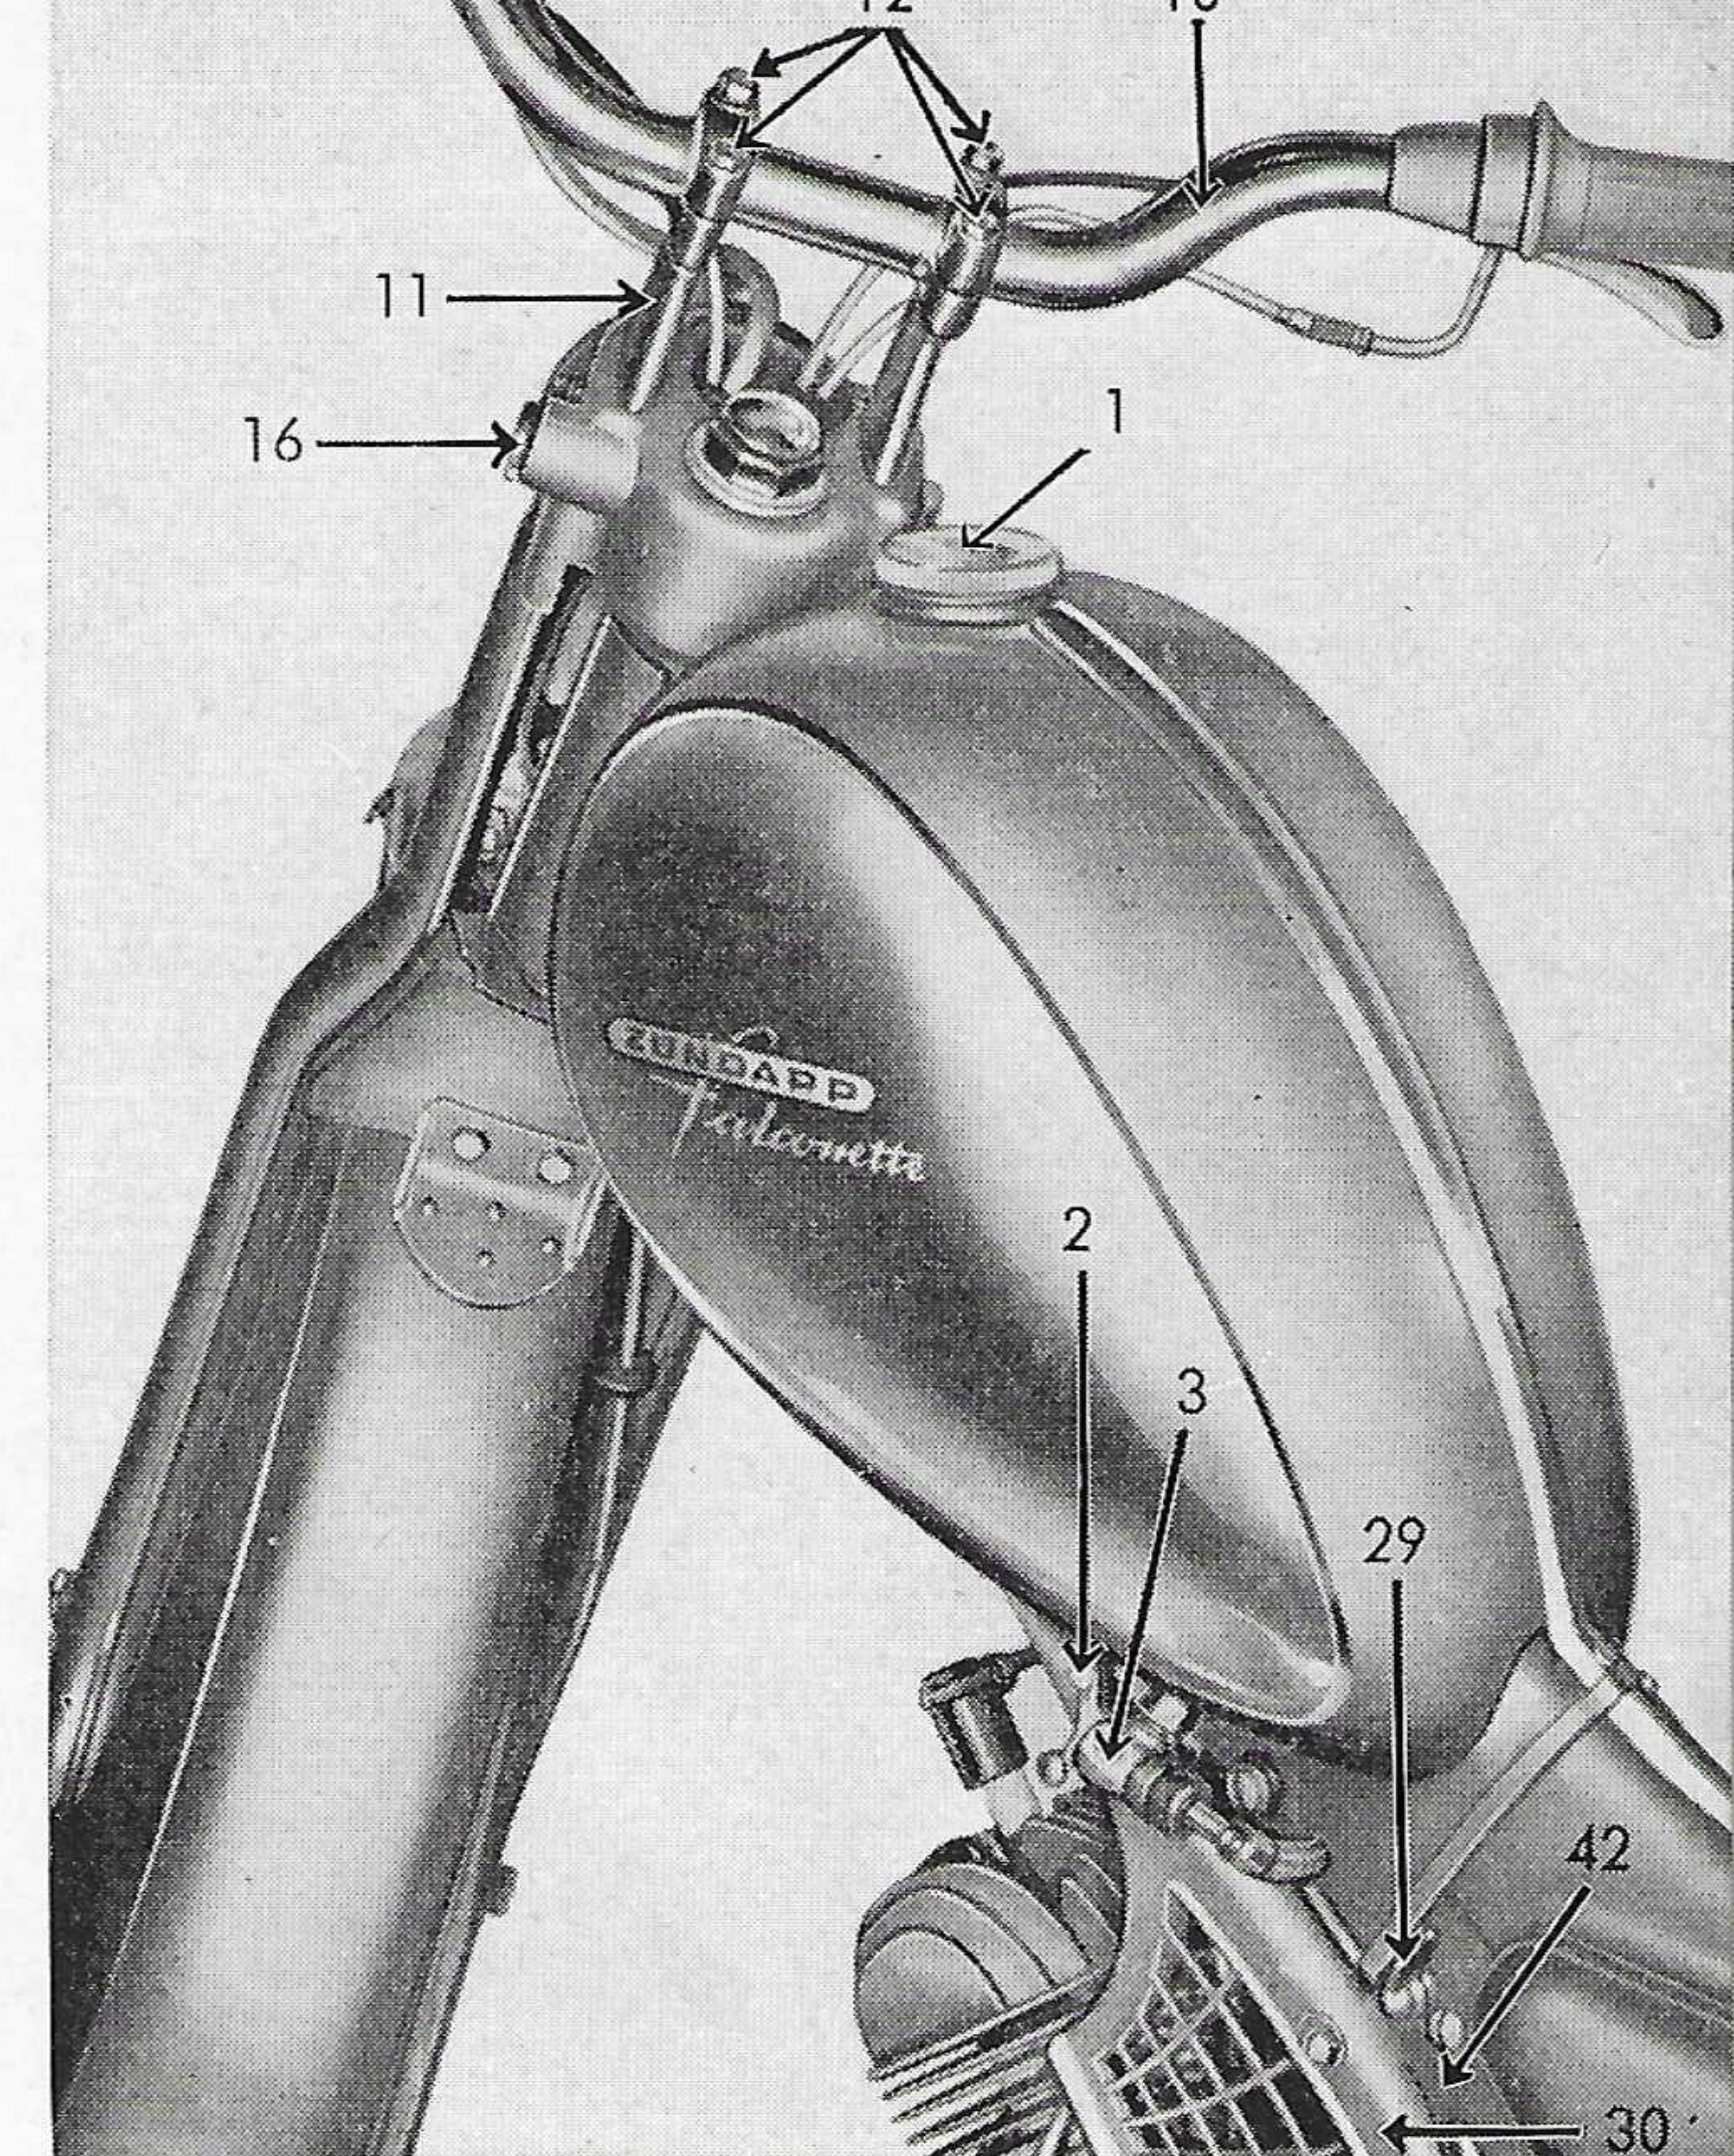

Bild 1
- b) Die jeweilige Stellung des zweiarmigen als Dreiwegehahn ausgebildeten Kraftstoffhahnes 2 ist aus dessen Markierungen A und R ersichtlich; A = auf, R = Reserve. Steht der Kraftstoffabsperrehebel 3 senkrecht (Bild 1), ist der Kraftstoffhahn geschlossen und es gelangt kein Kraftstoff zum Vergaser. Durch Drehen des Kraftstoffabsperrehebels 3 nach rechts (in Fahrtrichtung gesehen), wird der Kraftstoffhahn geöffnet. Bei geöffnetem Zustand des Kraftstoffhahnes zeigt der Buchstabe A nach oben. Gelangt bei dieser Stellung kein Kraftstoff zum Vergaser (Motor bleibt stehen), geht der Kraftstoff zu Ende. Der Kraftstoffabsperrehebel 3 wird dann nach links gedreht (in der Fahrtrichtung gesehen), wodurch der Buchstabe R zum Vorschein kommt. Dies zeigt an, daß nur noch für ca. 30 km Kraftstoff vorhanden ist und es ratsam erscheint, die nächste Tankstelle aufzusuchen.
- d) Der Lenker 10 (Bild 1 und 6) ist in zwei Lenkerhaltern 11 mittels zweier Schellen und je zwei Sechskantschrauben 12 befestigt und kann nach Lösen der letzteren nach vor- oder rückwärts gedreht und so der Abstand des Lenkers in Bezug zum Boden und Sattel verändert werden. Da bei einer solchen Verstellung unter Umständen die Griffe 13 und 14 verstellt werden müssen, wird geraten, diese Arbeiten in einer Werkstatt vornehmen zu lassen.
1. Der Kraftstoffhahn 2 wird geöffnet. Ist der Motor kalt, soll vor dem Starten bei geschlossenem Gasdrehgriff 14 der an der linken Vergaserverkleidung 30 befestigte Druckhebel 29 nach vorn bewegt werden (Bild 1). Bei warmem Wetter entfällt das Betätigen des Druckhebels 29.